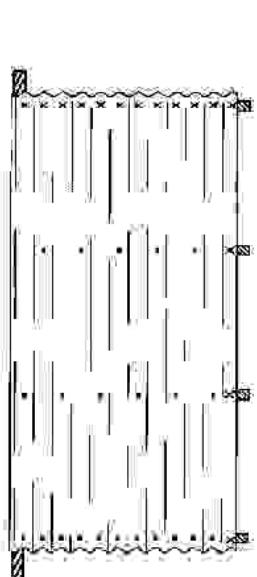

Рис. 4
5. Начиная от стыка карниза и фронтона, прикрепите гвоздями карнизный гофр первого листа Ondura к каждой планке обрешетки со стороны фронтона (рис. 4).
6. Затем подравняйте противоположную часть листа с меловой линией. Забейте гвозди по месту (рис. 4) по второму гофру от меловой линии с тем, чтобы позволить этой стороне перекрыть следующий лист. Если Вы намерены использовать закрывающие рельефные планки, установите их до забивания гвоздей по краю карниза.